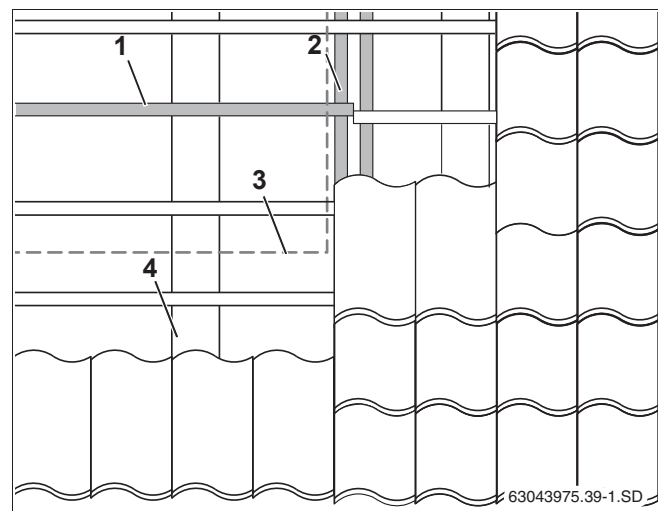

Рис. 13 Смещение обрешетки в области коллекторов
- ▶ Закрепите стыки обрешетки на стропилах или прочно соедините с имеющейся обрешеткой крыши (рис. 9, **поз. 3** и рис. 13, **поз. 2**).
Если понадобится установить дополнительную обрешетку (рис. 13, **поз. 1**) в зоне уже существующей, то нужно существующую обрешетку сместить в зоне поля коллектора (рис. 13, **поз. 3**) и прочно закрепить (рис. 13, **поз. 2**).